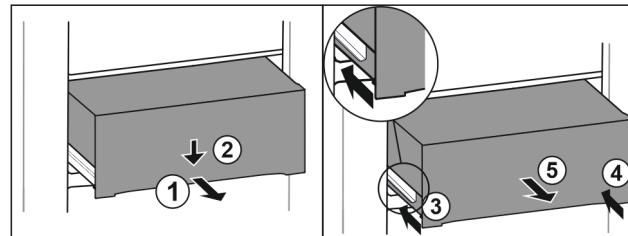

Fig. 86
- Vytiahnite zásuvku do polovice. Fig. 86 (1)
- Zatlačte zásuvku na prednej strane smerom nadol. Fig. 86 (2)
- Zasuňte ľavú koľajničku o cca 2 cm. Fig. 86 (3)
- Zasuňte pravú koľajničku o cca 2 cm. Fig. 86 (4)
- Odoberte zásuvku dopredu. Fig. 86 (5)